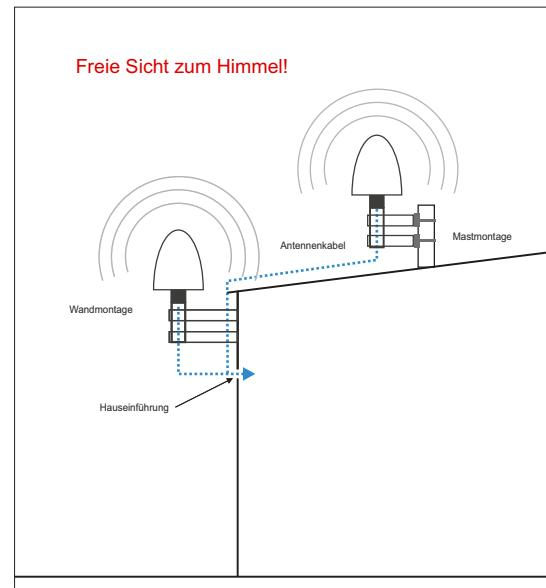

Abb. 1: Optimale Positionierungen
Um ausreichend Satelliten zu empfangen, wählen Sie einen Standort, der eine unverbaute Sicht in alle Himmelsrichtungen ermöglicht (Abb. 1), da es ansonsten zu Problemen bei der Synchronisation Ihres Meinberg-Zeitervers kommen kann.
Für eine optimale 360°-Sicht der Antenne empfiehlt Meinberg die Dachmontage an einem geeigneten Metallmast (siehe rechte Antennendarstellung, Abb. 1). Ist diese nicht möglich, sollte eine wandmontierte Antenne an einem Gebäude, ausreichend hoch über der Gebäudetraufe, montiert werden (siehe linke Antennendarstellung, Abb. 1).
- Vertikale Montage der Antenne (siehe Abb. 1)